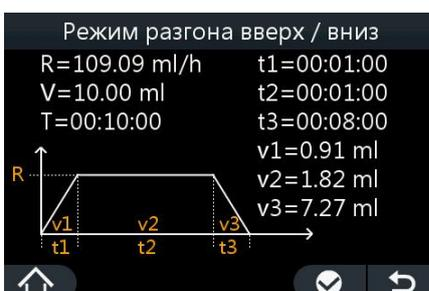

Рисунок 5.9
- Установите вводимый объём, общее время, время нарастания, время спада. Затем автоматически перейдите к интерфейсу, как показано на рис.5.9.